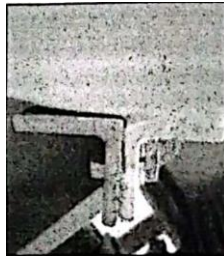

Figura 1.2 Sujeción de guardas
PASO 1: Se procede a desmontar las guardas, primero del volante y posteriormente la de las poleas, ambas guardas con 8 pernos cada una y cada de estos pernos con volandas de presión. La forma de sujeción se puede apreciar en la Figura 1.2.
- PASO 1:** Se procede a desmontar las guardas de las poleas con ayuda de la llave universal #15 los 2 pernos en la parte de adelante y atrás y cada una volandas de presión. La forma de sujeción es tal y como se muestra en la Figura 1.2